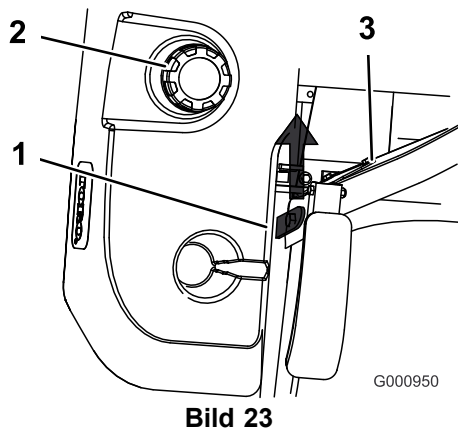

Bild 23
- Klappen Sie den Sitz hoch. Dies macht die Maschine unter dem Sitz zugänglich (Bild 23).